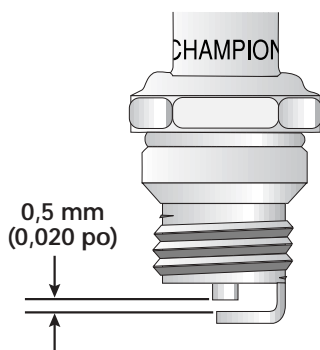

Figure 34
3. Si la bougie est fendillée, encrassée ou sale, remplacez-la. Réglez l'écartement à **0,5 mm (0,020 po)** à l'aide d'une jauge d'épaisseur (Fig. 34).